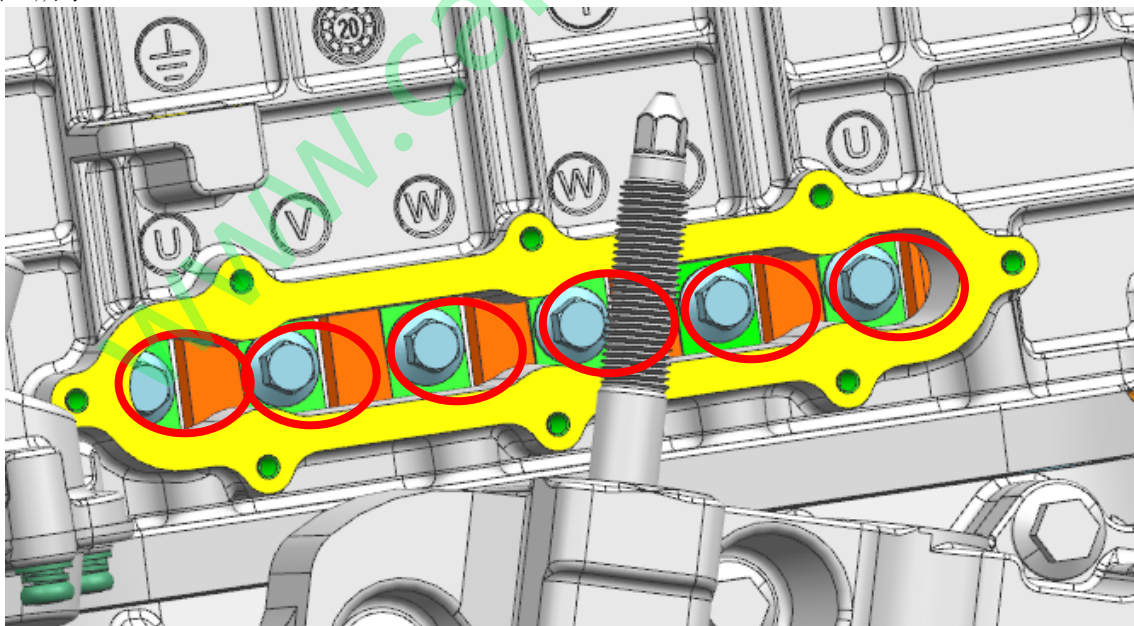

图 5 电控六角头法兰面螺栓
(3) 拆电机电控三相铜排的六颗六角头法兰面螺栓（安装时，螺栓紧固力矩 $11\pm 2\text{N.m}$ ），如图 5 所示。